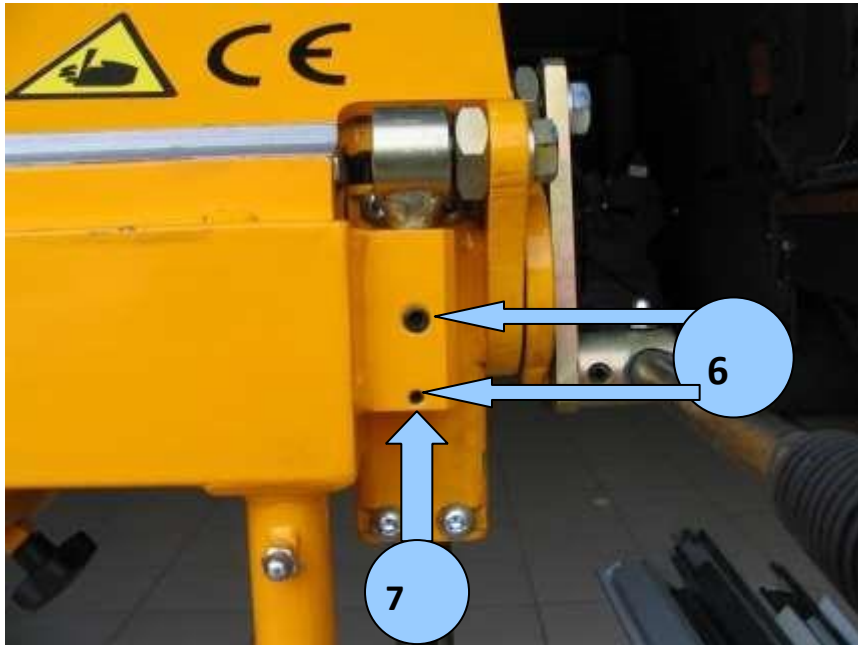

Рис. 4
Регулировка высоты гибочной балки происходит следующим образом (См. рис.4): Следует ослабить винты (6) и поворачивая винт (7) вправо (подъем) или влево (опускание). Когда высота установлена правильно, надо затянуть винты (6).